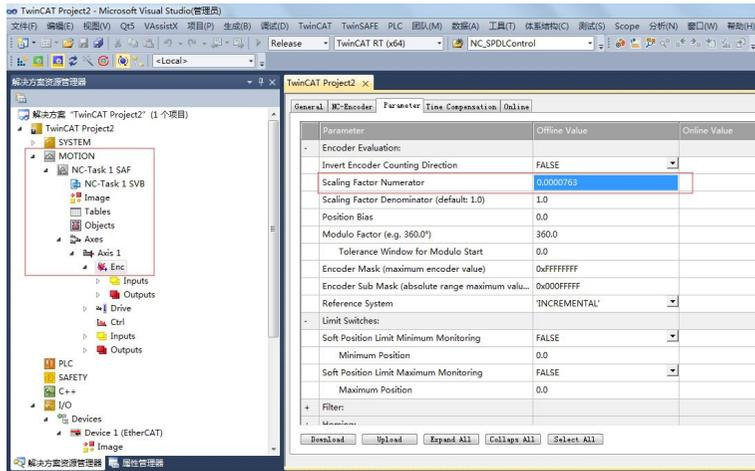

图 11
9、选择 TwinCAT 菜单重启到设置模式，设置每个指令脉冲对应的移动距离 Scaling Factor Numerator，TSVC 驱动器配绝对值编码器时默认的每转脉冲数是 131072，假设电机旋转一圈机械部件移动 10mm，Scaling Factor Numerator 设置为 $10/131072=0.0000763$ ，如图 11。